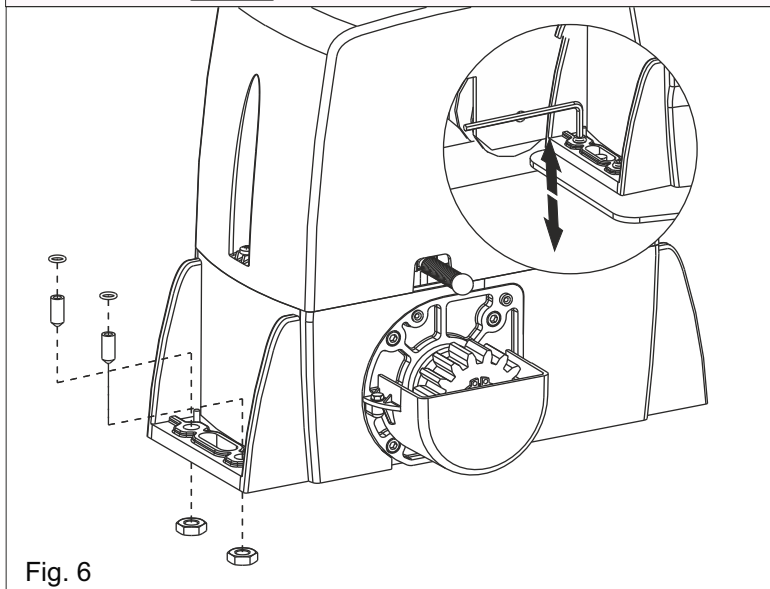

Fig. 6
- 4.1.** Insertar los 4 tornillos sin cabeza en los agujeros para ajustar la altura del operador en la placa (Fig. 6)